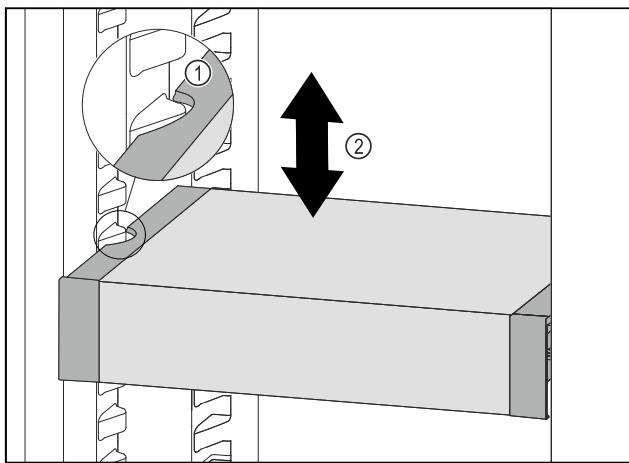

Fig. 133
- Потягнути VarioSafe вперед, поки бокові заглиблення VarioSafe не опиняться на рівні ребра для резервуара в охолоджувальному відділенні. Fig. 133 (1)
- Пересувайте VarioSafe вгору або вниз в охолоджувальному відділенні до тих пір, поки не досягнете бажаної висоти. Fig. 133 (2)